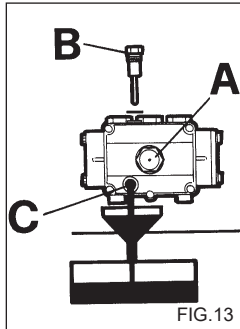

FIG. 13
- 2) Skruva ur locket med oljesticken (fig. 13).